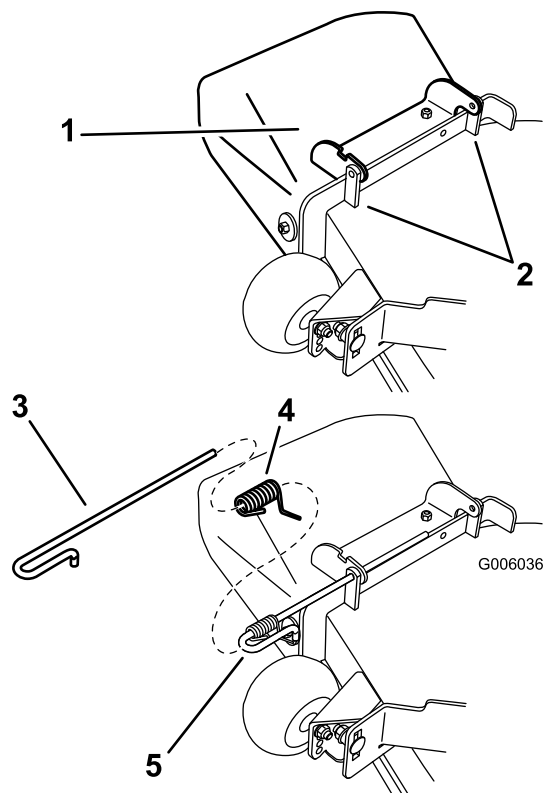

Bild 76
1. Entfernen Sie die Feder von der Kerbe in der Ablenkblechhalterung und schieben Sie die Stange aus den geschweißten Mähwerkhalterungen, der Feder und dem Auswurfablenkblech (Bild 76). Entfernen Sie defekte oder abgenutzte Auswurfkanäle.
2. Positionieren Sie das neue Auswurfablenkblech mit den Halterungsenden zwischen den geschweißten Halterungen am Mähwerk, wie in Bild 76 dargestellt.